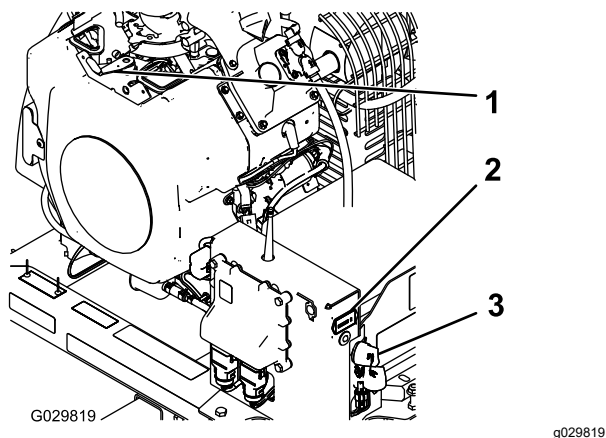

Figure 14
2. Tournez la clé de contact à la position de DÉMARRAGE (Figure 14).
- Si vous quittez la machine, tournez la clé en position ARRÊT puis retirez-la du commutateur d'allumage (Figure 14).